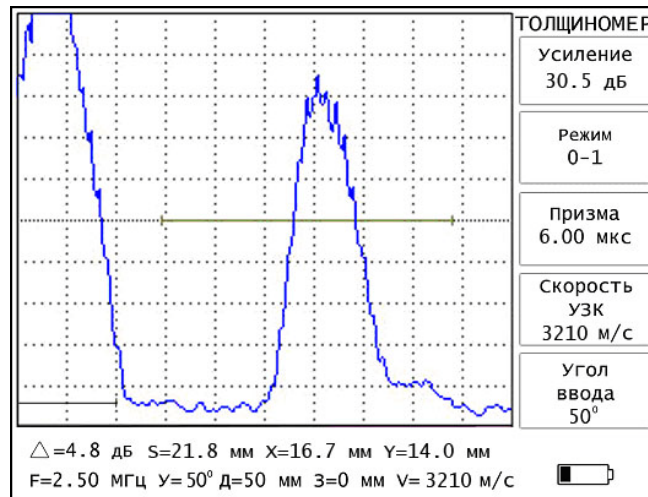

Рис. 5.12.
5.5.7. Меню **«ТОЛЩИНОМЕР»** содержит следующие параметры (рис. 5.12).